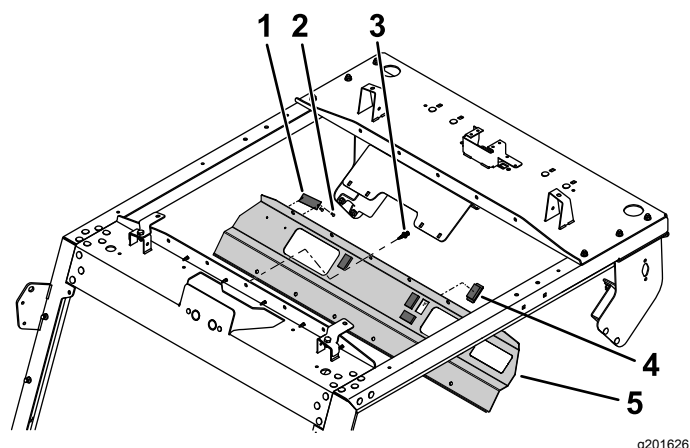

Figura 9
1. Montate i 4 tappi sul pannello di controllo (Figura 9).
2. Utilizzate 2 rivetti ciechi per fissare la targa del numero di serie al pannello di controllo (Figura 9).
3. Allineate i fori di montaggio nel pannello di controllo con i fori nel supporto del tetto anteriore (Figura 9).
4. Fissate il pannello anteriore sul supporto anteriore del tetto inserendo i 12 rivetti in plastica nei rispettivi fori e spingendo il pistone su ciascun rivetto in plastica fino a quando non è saldo (Figura 9).